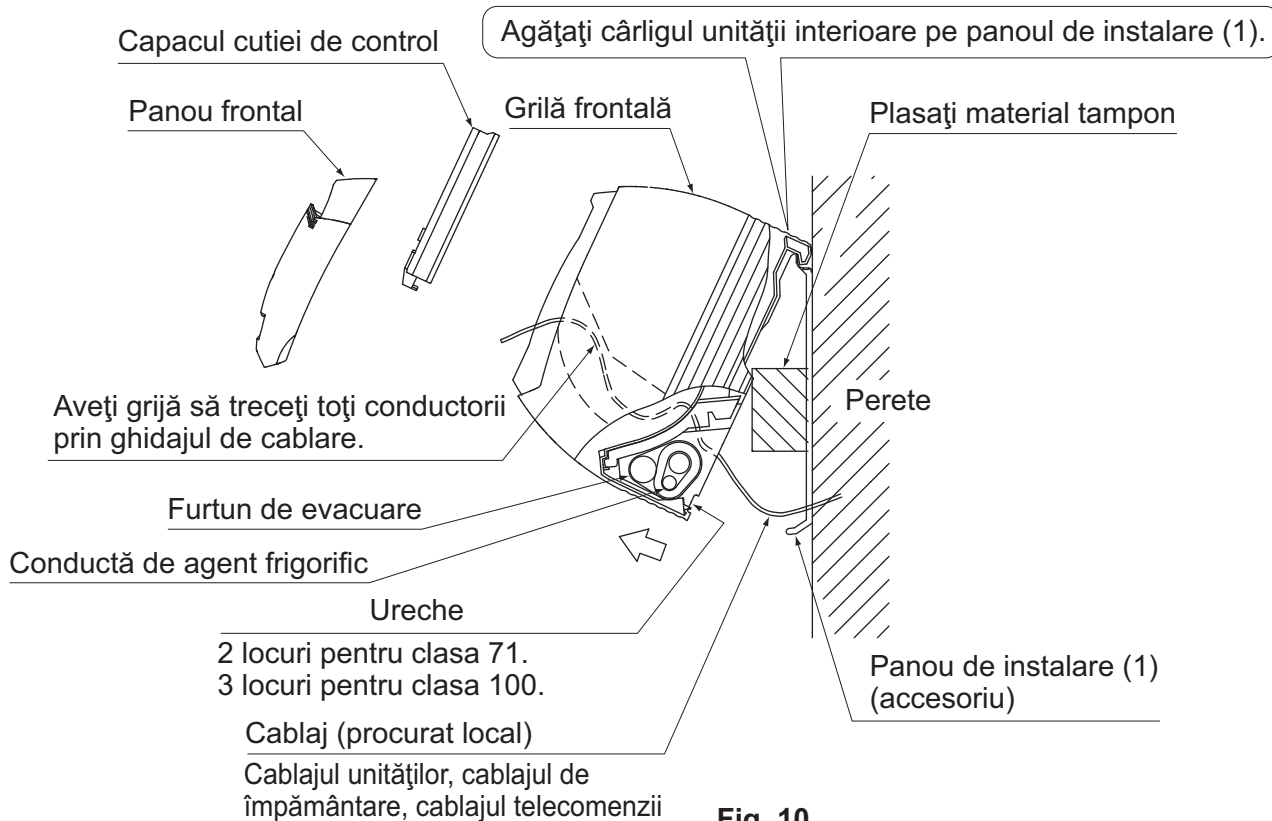

Fig. 10
(3) Agățați unitatea interioară pe panoul de instalare. (Consultați Fig. 10)
(6) Împingeți ambele muchii de jos ale unității interioară cu ambele mâini și agățați urechea de pe spatele unității interioare de panoul de instalare (1). (Consultați Fig. 10)
- La acest moment îndepărtați materialul tampon plasat la pasul (3).